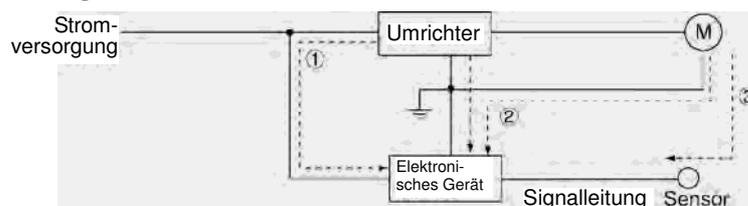

Abbildung A.3: Leitungsstörungen
(1) Leitungsstörungen
Die in einem Umrichter erzeugten Störungen können sich über die Leitungen und die Stromversorgung ausbreiten, sodass Peripheriegeräte des Umrichters von den Störungen betroffen sein können (Abbildung A.3). Diese Störungen werden als „Leitungsstörungen“ bezeichnet. Einige Leitungsstörungen breiten sich über den Hauptstromkreis ① aus. Sind die Erdungsleitungen an einen gemeinsamen Erdungspunkt angeschlossen, breiten sich die Leitungsstörungen über den Weg ② aus. Wie durch den Weg ③ dargestellt breiten sich Leitungsstörungen über Signalleitungen und geschirmte Leitungen aus.